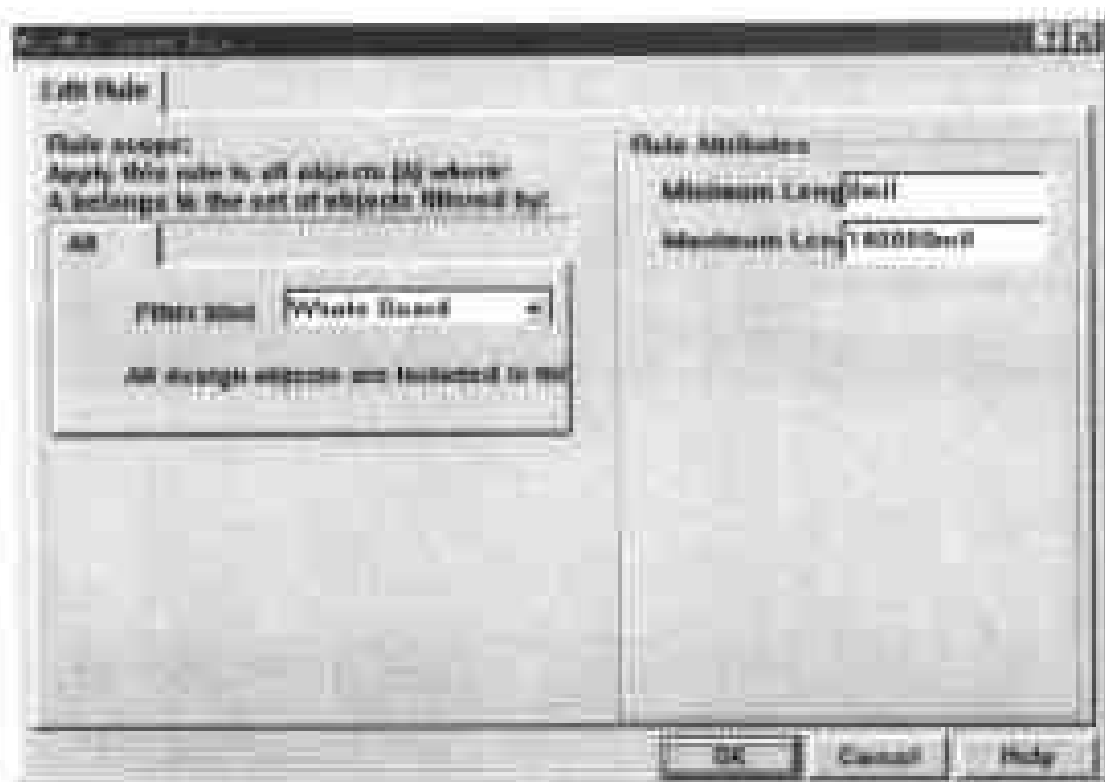

图 9-34 设置网络长度限制的对话框
(1) 选择 Design > Rules,在弹出的 Design Rules 对话框中单击 High Speed 标签,然后在对话框的 Rule Classes 列表框中单击 Length Constraint。
(2) 由于 Protel 99 没有提供预置的规则,因此此时对话框下部的方框中也是一片空白,其中包含 Scope, Minimum 和 Maximum 三栏。
(3) 在对话框下部单击 Add 命令按钮,弹出如图 9-34 所示的对话框,供用户设置新的规则。